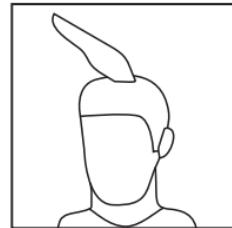

Figura 6
- Cortar por cima do pente com os cabelos levantados ou segurar os cabelos entre os dedos para levantá-los e cortá-los no comprimento desejado (Figura 6 e 7).
- Usando os pentes de 10-12mm, cortar os cabelos do alto da cabeça de trás para frente na direção contrária ao crescimento dos cabelos (Figura 6).